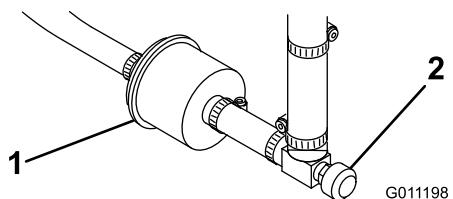

Figura 38
Nei tubi di alimentazione, tra il serbatoio del carburante ed il carburatore, è incorporato un filtro in linea (Figura 38). Sostituite il filtro ogni 800 ore o prima, qualora il flusso del carburante fosse ostacolato. Verificate che la freccia sul filtro sia diretta lontano dal serbatoio del carburante.
- Chiudete la valvola di intercettazione del carburante, allentate la fascetta stringitubo dal lato carburatore e rimuovete il tubo di alimentazione dal filtro (Figura 38).
2. Collocate una bacinella di spurgo sotto il filtro, allentate la restante fascetta stringitubo e rimuovete il filtro (Figura 38).